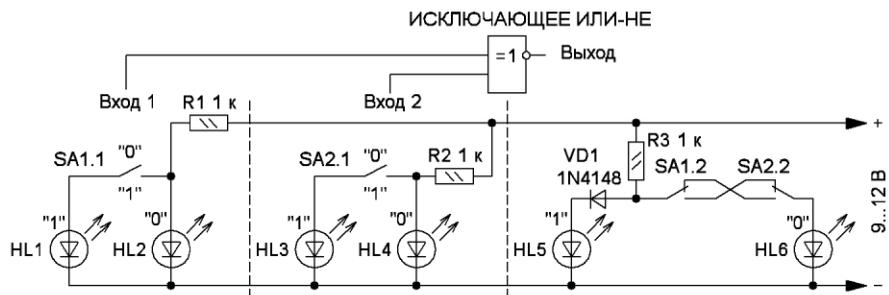

Рис. 8
**"ИСКЛЮЧАЮЩЕЕ ИЛИ-НЕ"** (EXCLUDING NOR, XNOR) — логический элемент, для двухвходового варианта которого выходной сигнал  $Y$  принимает значение лог. 0 только тогда, когда на одном из его входов присутствует лог. 0, а на другом — лог. 1 (рис. 8). Стоит нарушить это условие, сигнал на выходе элемента примет значение лог. 1.